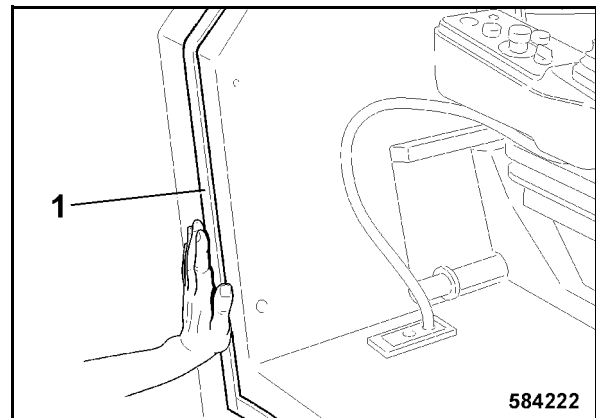

Fig. 202
- Pegar el perfil de obturación 1 (Fig. 202) sobre el borde del puesto de conductor.